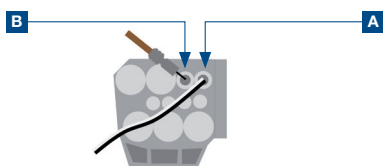

Figura 5
**Câmara A:** (figura 5) – cabo preto/branco.
**Câmara B:** (figura 5) – cabo marrom.